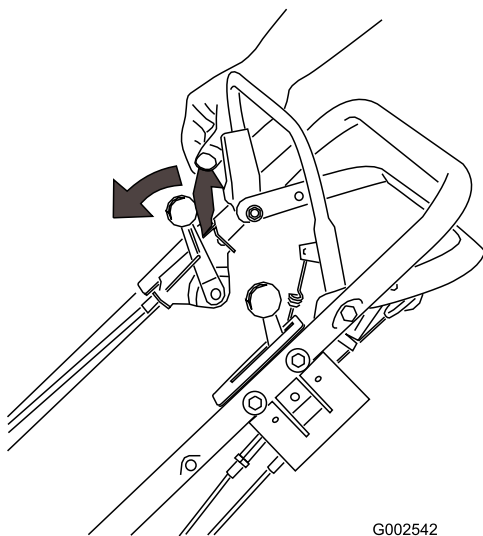

Figure 14
1. Poussez le verrou de la barre de commande en avant (Figure 14).